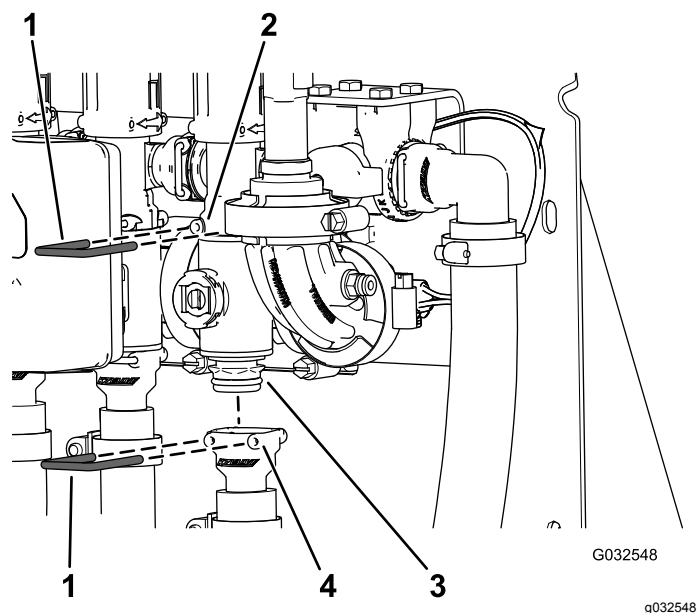

Figure 103
2. Retirez l'étrier qui fixe le collecteur de vanne de section sur le raccord de dérivation (Figure 103).